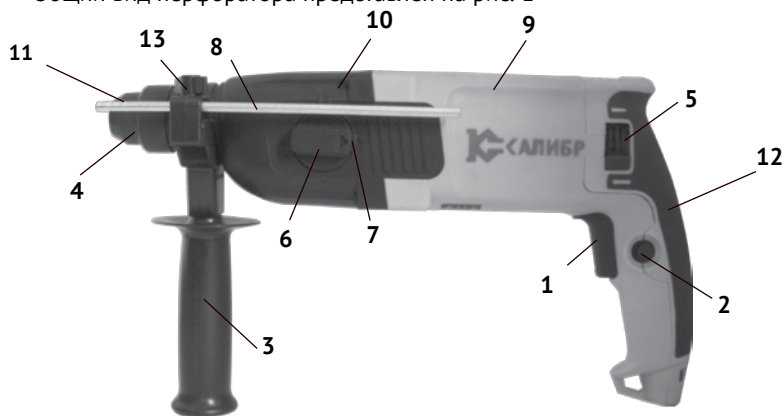

рис.1
1.3 Перфоратор состоит из горизонтально расположенного коллекторного двигателя в пластиковом корпусе (рис.1 поз.9), выполненном заодно с рукояткой. В крышке корпуса (рис.1 поз.12) расположен щёткодержатель в сборе. Рычагом переключателя реверса (рис.1 поз.5), меняя расположение щёток, направление вращения якоря меняется на противоположное. К корпусу двигателя крепится корпус редуктора (рис.1 поз.10), в котором расположен механизм, передающий вращательное и возвратно-поступательное движение на рабочий инструмент. Крутящий момент с якоря электродвигателя через шестерни, передаётся на ствол с патроном SDS – plus (рис.1 поз.4), расположенный соосно с двигателем. Тип ударного механизма перфоратора - электропневматический. Эксцентриковый подшипник преобразует вращательное движение якоря в возвратно-поступательное движение поршня. С поршня ударник передаёт энергию удара на ствол с
патроном SDS – plus. На корпусе редуктора слева расположен переключатель режимов (рис.1 поз.6) с фиксатором (рис.1 поз.7) в трёх режимах: «сверление» /«сверление с ударом» / «удар».
В зависимости от вида выполняемой работы, в патрон SDS – plus вставляется необходимая насадка (пика, долото, сверло) с соответствующим хвостовиком, или переходник SDS-plus/сверлильный патрон для установки сверлильного патрона, если необходимо работать в режиме «сверление». Дополнительная рукоятка (рис.1 поз.3) хомутом крепится на корпусе редуктора (рис.1 поз.10). Фиксируется рукоятка, закручиванием по часовой стрелке, в любом положении (от 0° до 360°), что удобно пользователю, как «правше», так и «левше».
В отверстие левой части суппорта рукоятки вставляется, при необходимости, стержень-ограничитель глубины сверления (рис.1 поз.8). Он фиксируется в выбранном положении винтом-барашком (рис.1 поз.13).
1.4 Клавиша выключателя (рис.1 поз.1) расположена в передней части рукоятки. Включение/отключение инструмента осуществляется нажатием на клавишу выключателя. Силой, приложенной к клавише, регулируется число оборотов и частота ударов перфоратора. Нажатием кнопки (рис.1 поз.2), клавиша фиксируется в рабочем положении с максимальным числом оборотов (максимальной частотой ударов). При повторном нажатии на клавишу, она и кнопка фиксации (со щелчком), возвращаются в исходное положение – выключено.
Общий вид перфоратора представлен на рис. 1
При замене рабочих насадок следите за тем, чтобы колпачок (рис.1 поз.11), защищающий патрон от попадания пыли, не был повреждён.
- ослабив винт-барашек (рис.1 поз.13), освободить отверстие в суппорте рукоятки для установки стержня (рис.1 поз.8);
- вставить стержень фиксации глубины сверления (рис.1 поз.8) в отверстие;
- фиксация клавиши в рабочем положении осуществляется нажатием на кнопку (рис.1 поз.2);
Нажав кнопку (рис.1 поз.7) в верхней части рукоятки (рис.1 поз.6), начните поворот к режиму с нужным условным знаком, приведённым ниже. Отпустите кнопку фиксатора. При достижении выбранного положения, рукоятка зафиксирована, а кнопка фиксации (со щелчком) вернётся в исходное положение.
- при работе в режиме сверление без удара, переключатель (рис.1 поз.6) установить в положении «сверло». При этом режиме перфоратор может работать с патроном SDS – plus, но, как правило, устанавливается ключевой патрон;
- при работе в режиме сверление с ударом, переключатель (рис.1 поз.6) в положении «сверло с молотком»;
- при работе в режиме долбление, переключатель (рис.1 поз.6) в положении «молоток».
В верхней части крышки двигателя (с обеих сторон) расположен рычаг переключения реверса (рис.1 поз.5). На крышке стрелками указано направление вращения. Реверс используется при заклинивании рабочего инструмента и при вывинчивании винтов или шурупов.
3.2 Для замены щёток необходимо открутить и снять крышку двигателя (рис.1 поз.12). Щётки следует заменять парой для обеспечения равной степени их давления на коллектор якоря.